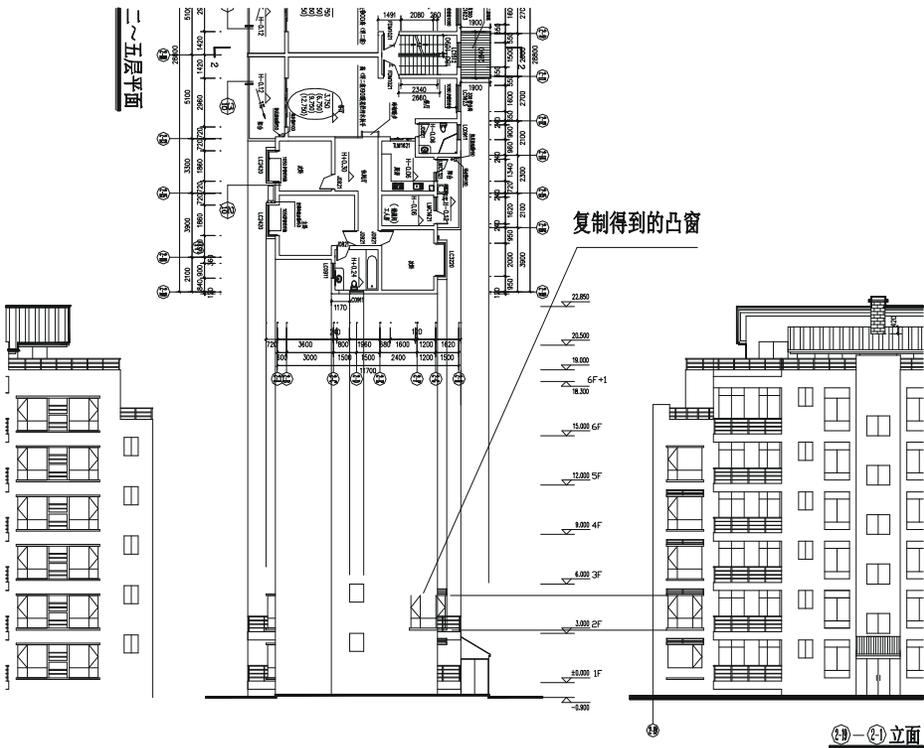

图 12-1-63
**STEP 20** 使用复制命令 COPY 将右边 ②-B—②-1 立面第二层的凸窗复制一份放在中间的侧立面上, 如图 12-1-63 所示。